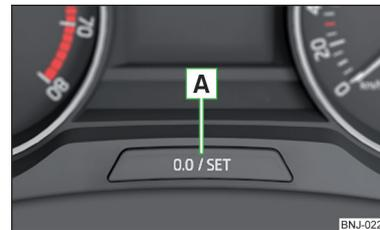

Abb. 22 Taste im Kombi-Instrument
» Die Taste **A** » Abb. 22 auf Seite 39 antippen.
- › Die Taste **A** » Abb. 22 gedrückt halten, bis im Display der Menüpunkt **Uhrzeit** angezeigt wird.